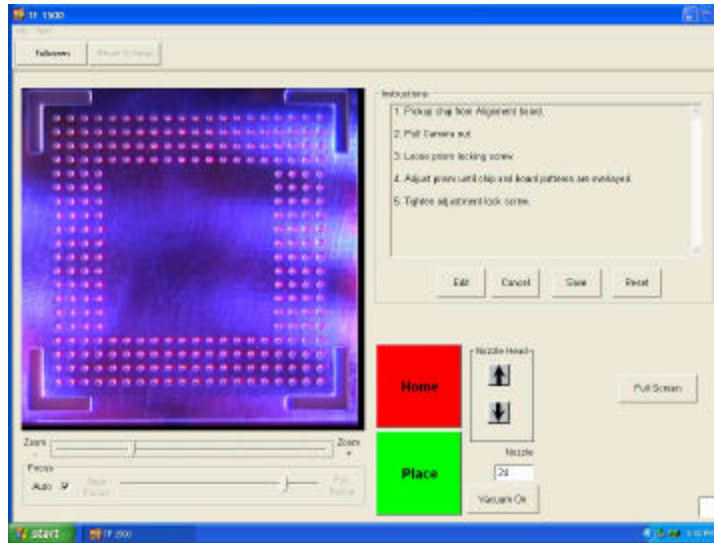

Figura 12
- x. La imagen de la ventana debería estar alineada como en la figura 12.